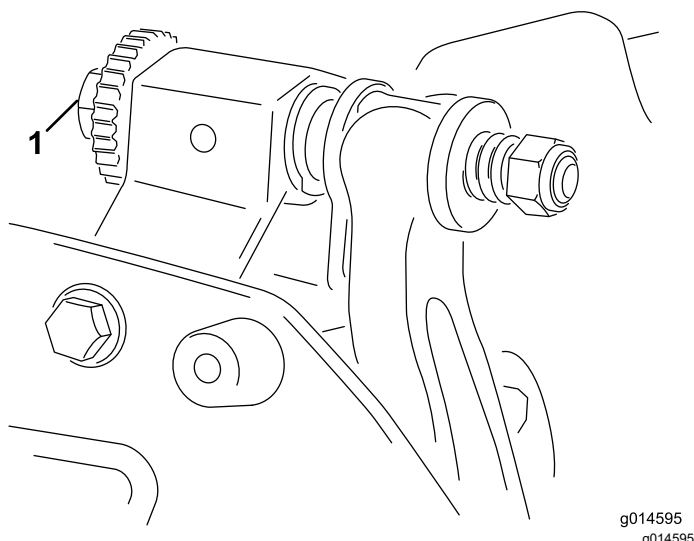

図 8
- A. ベッドバー調節ねじ 図 8を1クリックずつ均等に締めながら、ごく軽い接触が得られるようにする。
6. シムを左右に滑らせながら右側のベッドバー調整ねじ 図 8を回して、シムに軽い圧迫シムが挟まれる感じを感じる程度に調整する。シムを抜き取る。